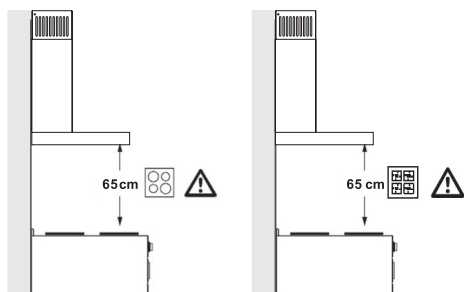

Рис. 3
- Перед сборкой необходимо учитывать расстояние между плитой и вытяжкой. Это расстояние должно составлять 65 см (Рисунок 3).